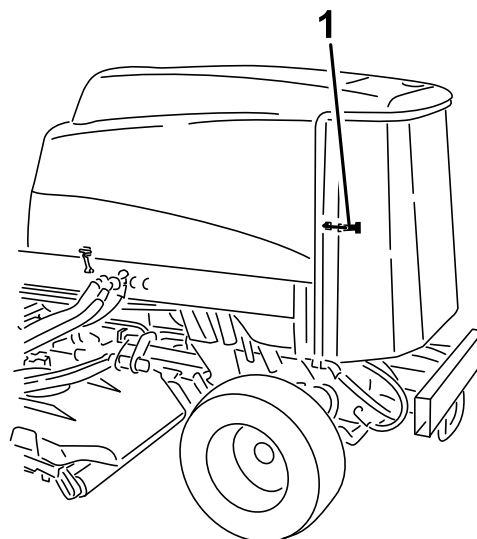

Figura 63
1. Desenganche y abra la rejilla trasera (Figura 63).